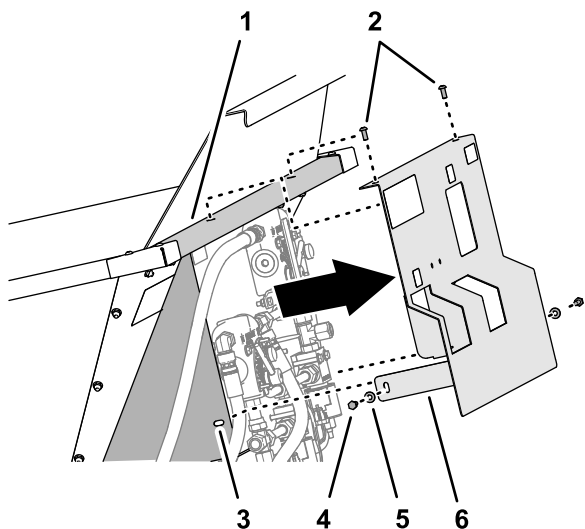

Figure 17
1. Retirez les 2 vis et les 2 rondelles qui fixent la protection hydraulique au support de vanne du topdresser (Figure 17).
2. Retirez les 2 vis à tête ronde qui fixent la protection hydraulique à la paroi avant de la trémie et déposez la protection (Figure 17).